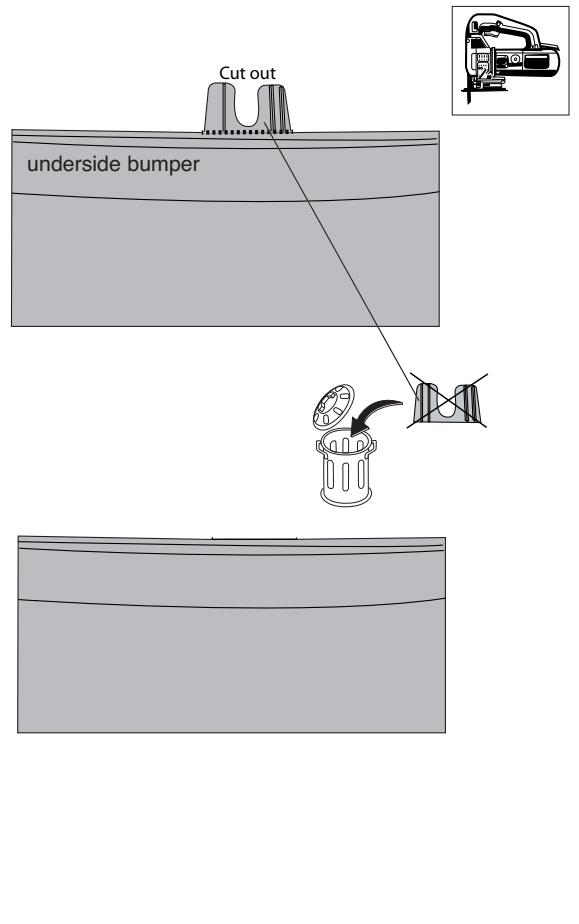

Fig.3
- Для автомобилей Opel: Выпилить часть из бампера в середине снизу, как указано на рис. 3.